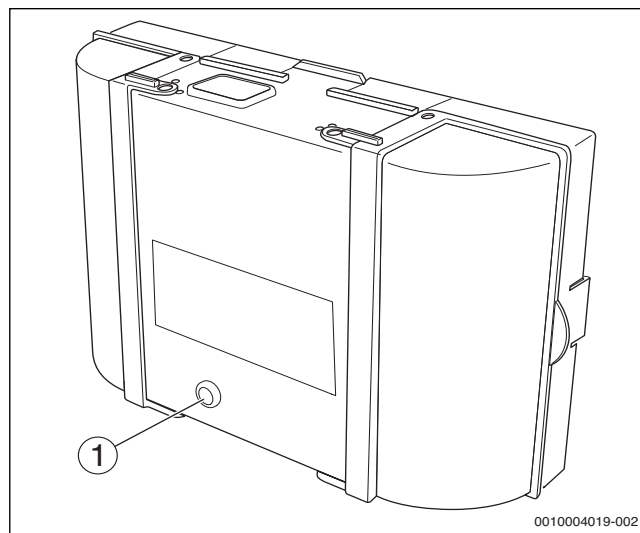

Bild 14 Störungen am Feuerungsautomaten zurücksetzen
- Reset-Taste am Feuerungsautomaten drücken (→Bild 14).